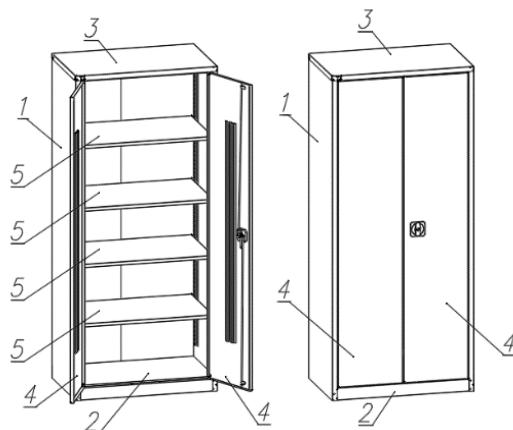

Рис. 1. Описание архивных шкафов серии WA
3.1. Архивный шкаф (см. рис. 1) состоит из: 1 - боковин с задней стенкой; 2 - дна; 3 – верхней крышки; 4 - дверей; 5 – Полок (3 или 4 полки входят в комплект, в зависимости от варианта исполнения). **Поставка шкафов осуществляется в собранном виде.**